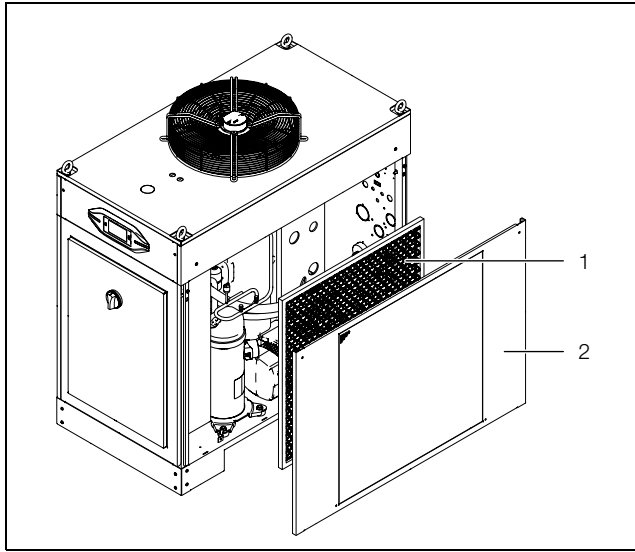

Fig. 20: Smontaggio della parete laterale
- Togliere la parete laterale (fig. 20, pos. 2) del chiller e riporla in un luogo sicuro.
- Inserire il filtro metallico (fig. 20, pos. 1) all'interno della parete laterale nell'apposita cornice e fissarlo.